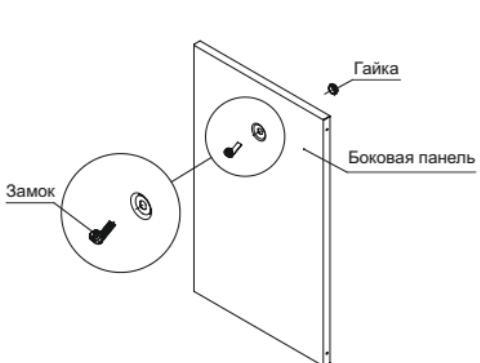

Рисунок 6 – Установка замка в боковую панель
3.6.1 Извлеките из третьего места боковые панели. Вставьте в отверстие панели замок, предварительно скрутив с него гайку. Проверьте правильность установки замка. При правильной установке язычок замка в положении «закрыто» параллелен длинной стороне панели. Закрепите замок на двери гайкой (рисунок 6).